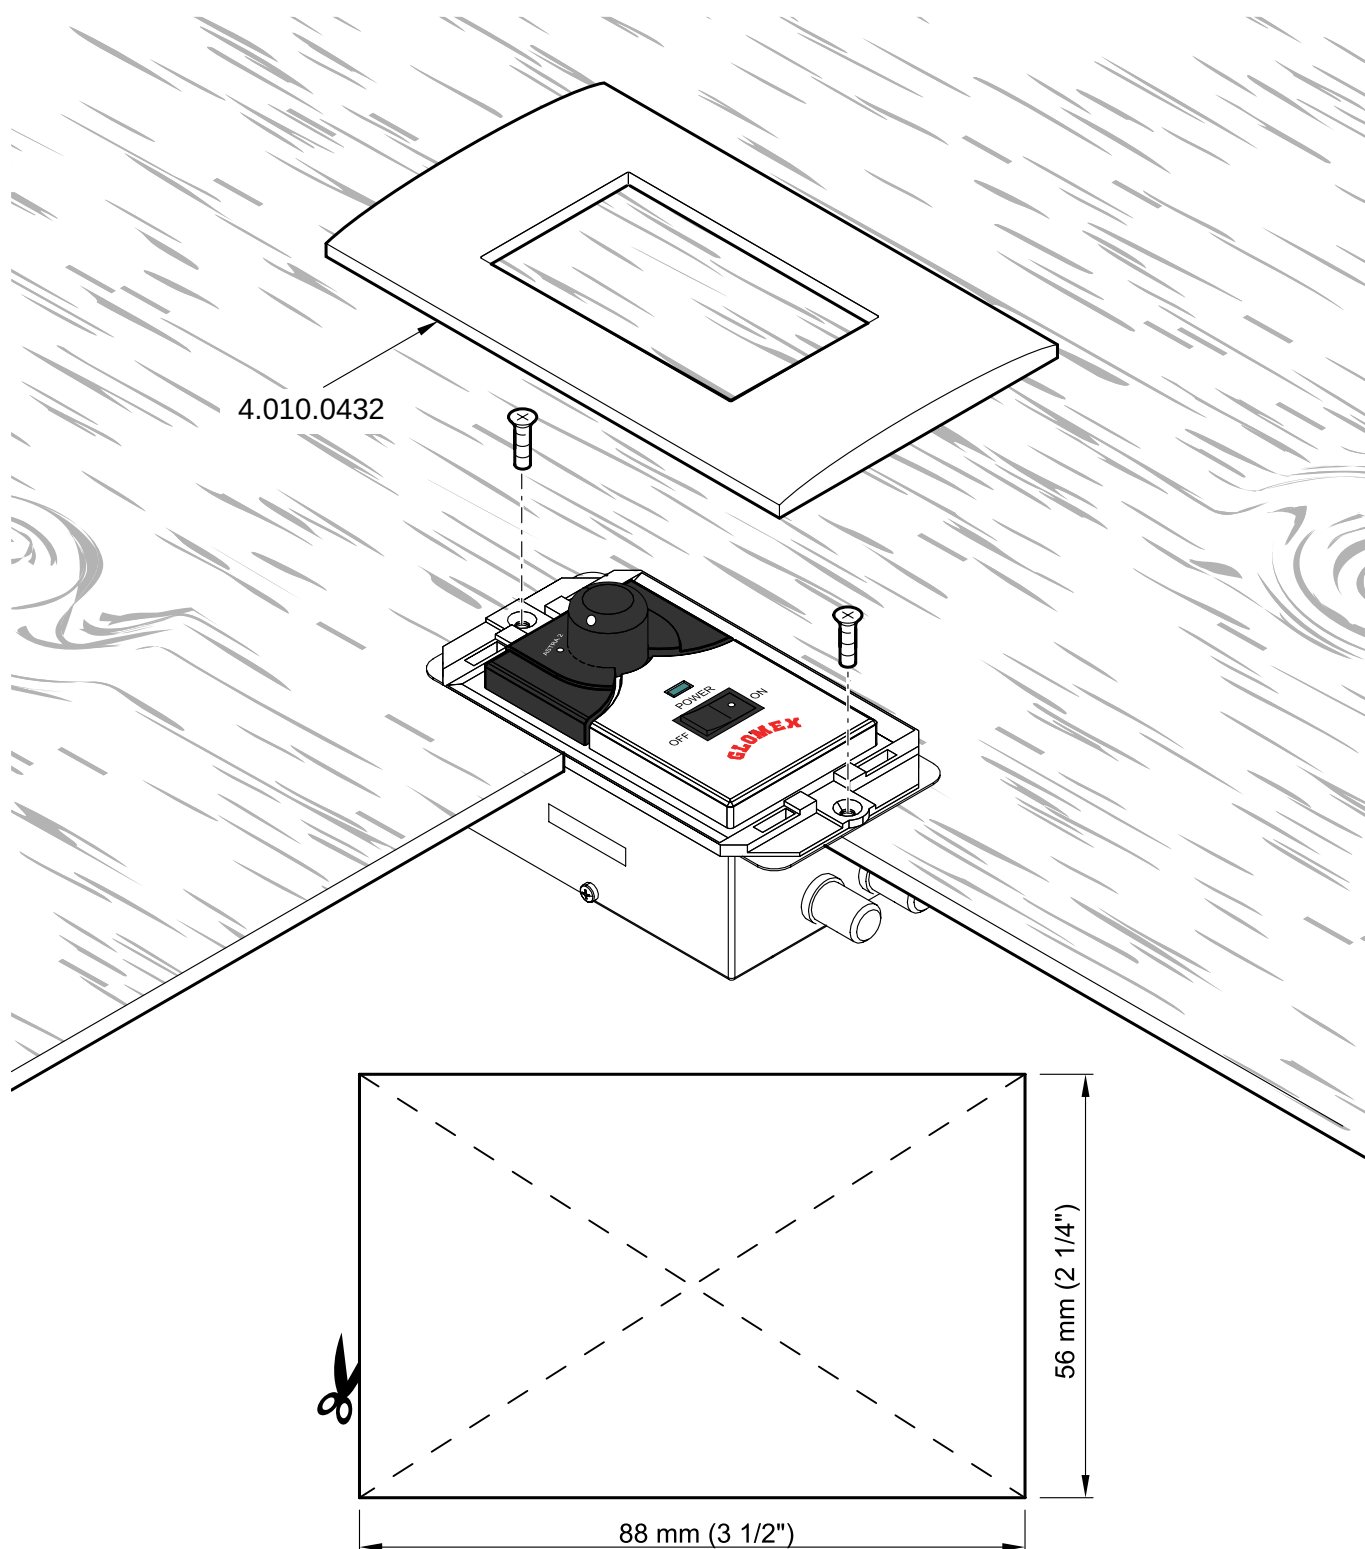

Fig. 20
7. Andernfalls ist es möglich, die Steuereinheit mithilfe von Handelsplatten (Platten mit 3 Modulen) oder dem GLOMEX Zubehörteil einzubauen (nicht im Lieferumfang enthalten: Code 4.010.0432, siehe **Fig. 20**). Hier bohren Sie bitte ein Loch mit einer Bügelsägemaschine und verwenden einen Bohrer mit einer Spitze von 2,5 mm (verwenden Sie dabei die Montageschablone auf der folgenden Seite für die korrekte Größe).